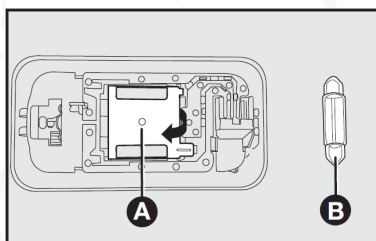

fig. 39
- Abra la tapa A-fig. 39, en el sentido indicado por la flecha.
- Saque la lámpara B-fig. 39 y sustitúyala;